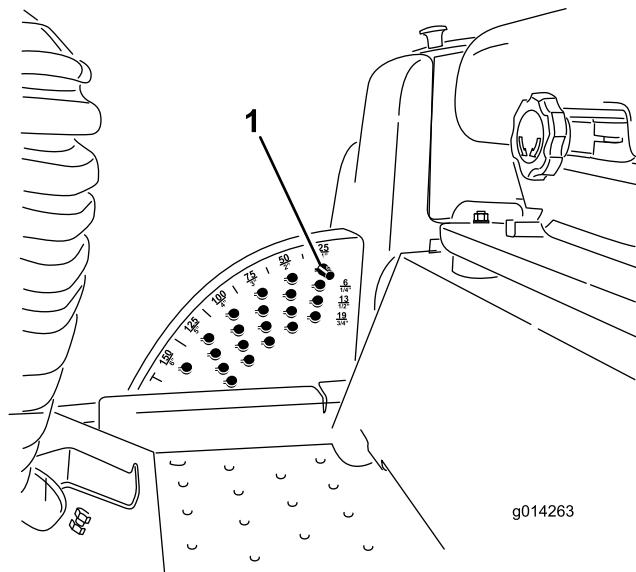

Figura 2
- 3. Si osservi la posizione del perno dell'altezza di taglio sulla relativa staffa per il rimontaggio (Figura 2). Rimuovete il perno dell'altezza di taglio dalla relativa staffa.